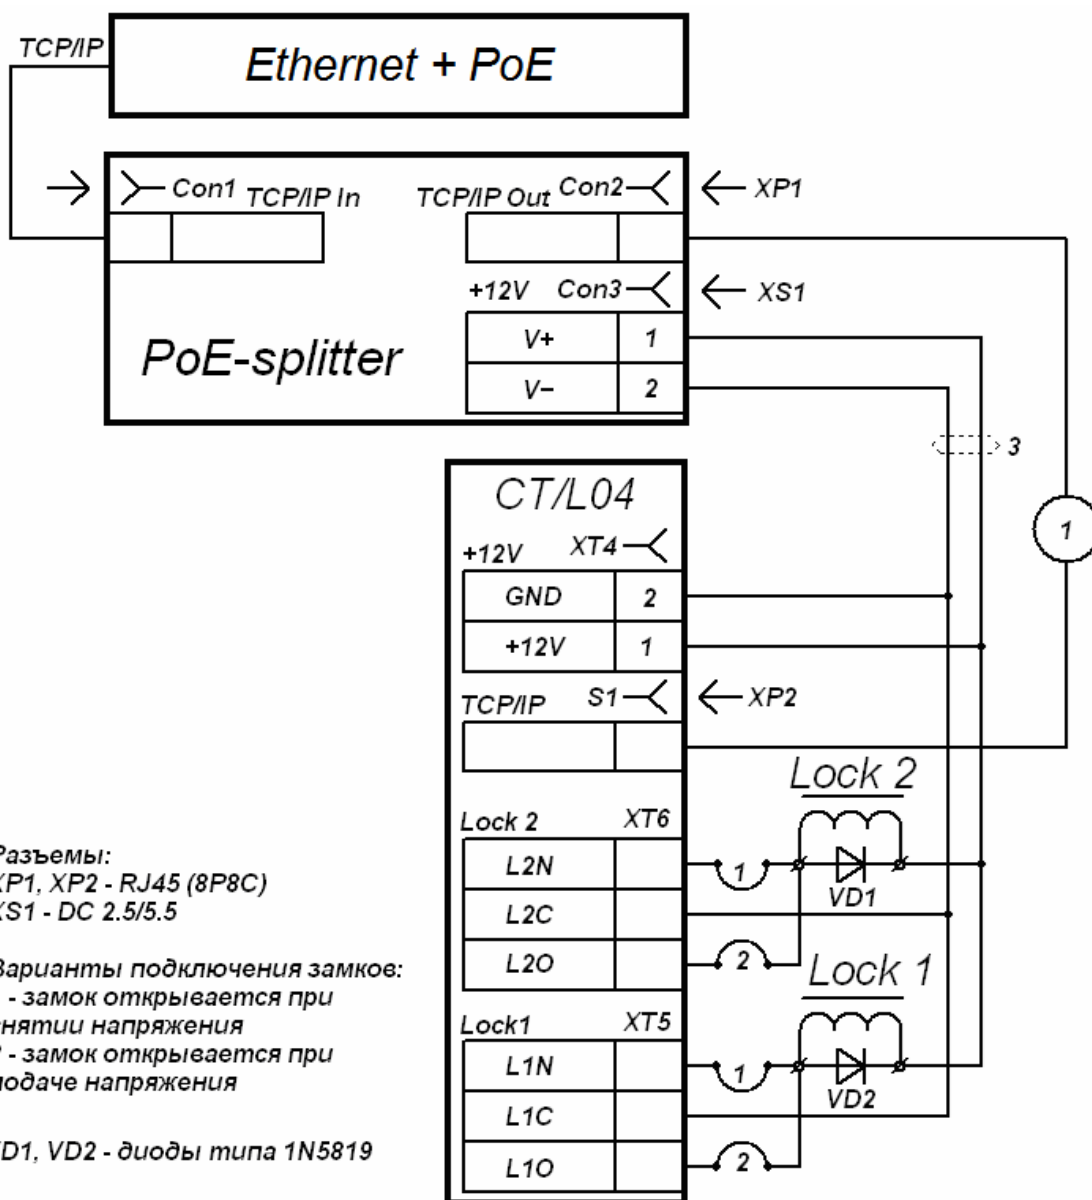

Рисунок 14. Схема подключения контроллера в вариантах конфигурации «Контроллер управления дверьми» (Lock 1, Lock 2 – замки).
При подключении замков установка диодов искрозащиты **VD1, VD2** (см. рис. 14), типа 1N5819 – **ОБЯЗАТЕЛЬНА!** Использование супрессоров вместо диодов искрозащиты – **ЗАПРЕЩЕНО!** Рекомендуется использовать только электрохимические замки.
3. Подключите цепи питания контроллера и управляемого им ИУ к разъему **Con3** сплиттера. Схемы подключения приведены на рис. 14, 15 (штекер для подключения к разъему входит в комплект поставки сплиттера).